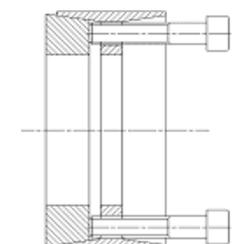

Figure 3
9.4 Enlever les vis de la bague de serrage avant et tourner-les à la main au travers des taraudages de la bride et de la bague extérieure jusqu'à ce qu'elles entrent en contact avec la bague de serrage arrière (voir figure 3).